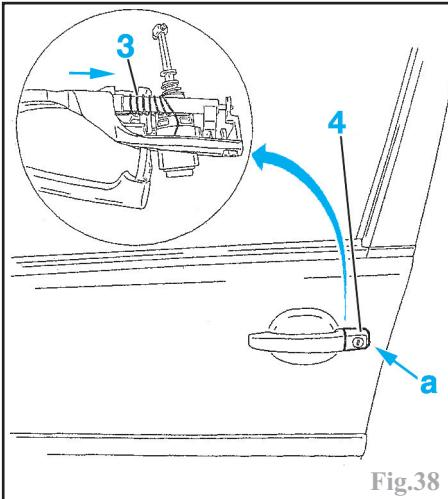

Fig.38
De l'intérieur, Déclipser le ressort (3) (Fig.38).